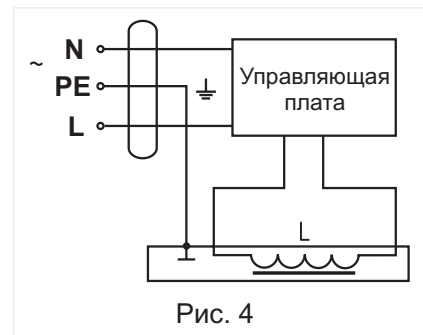

Рис. 4
4.3.6 Электрическая схема подключения клапана приведена на рис. 4. Обозначение контактов на схеме соответствует их маркировке на концах проводов.